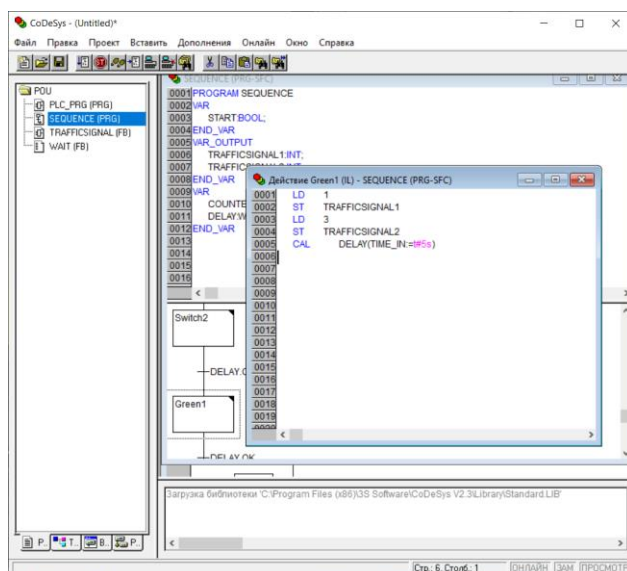

Рисунок 11 – Окно программирования 1-ого этапа
9. Программирование этапов и переходов. Во время действия этапа Init проверяем, активен сигнал включения START или нет. Если сигнал активен, то светофор выключается. Этого можно достичь, если записать в переменные TRAFFICSIGNAL1 и TRAFFICSIGNAL2 число 5 (рисунок 11). Далее аналогично записываем в переменные (рисунок 12-14).